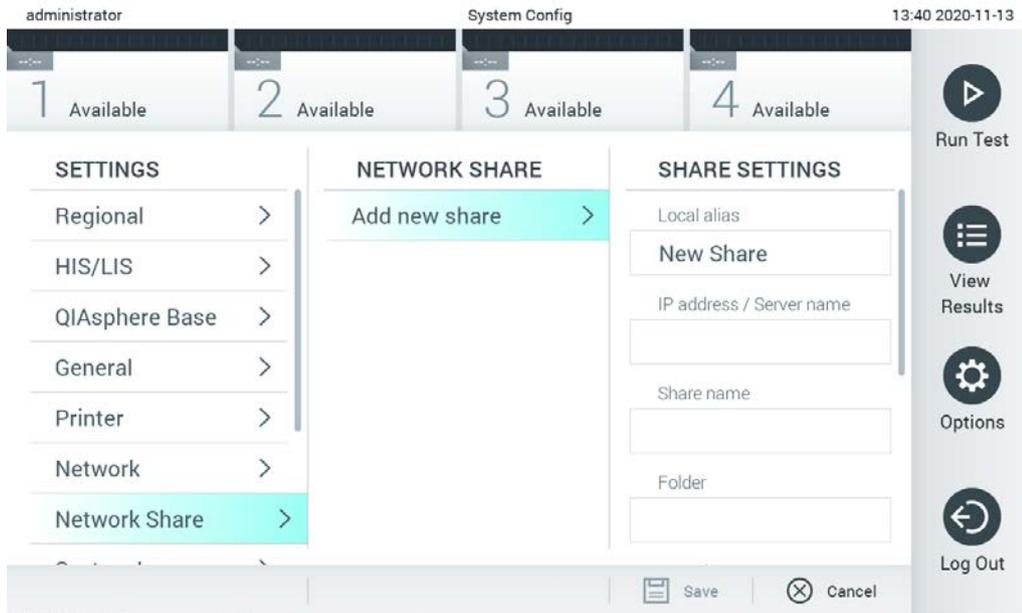

Figura 75. Adición de un recurso compartido de red.
3. Pulse el botón Add new share (Añadir nuevo recurso compartido) (figura 75).